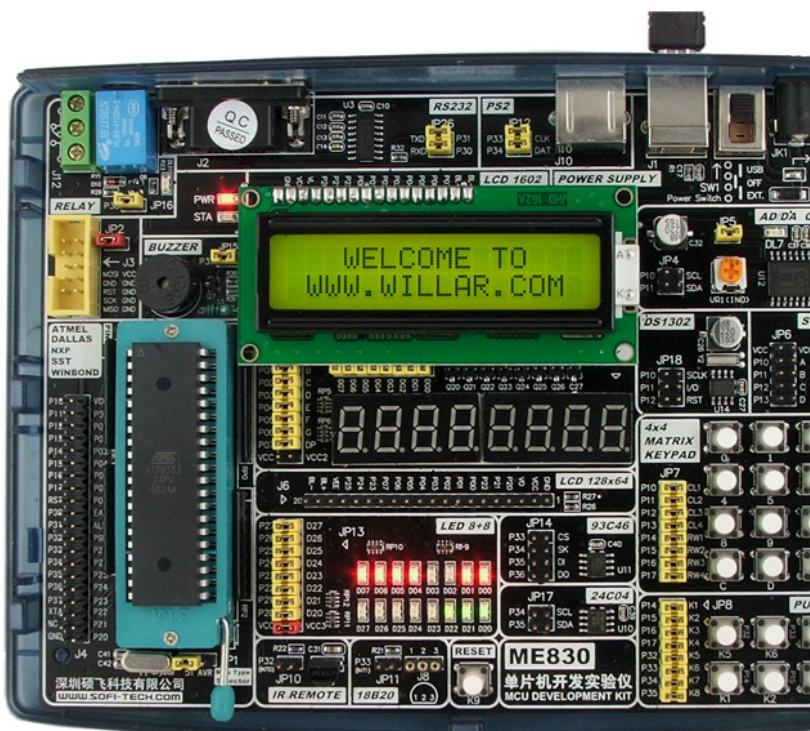

图 4.25 实验芯片放置
3) 将产品附带的 AT89S52 芯片放置到 ME830 的锁紧座上，如图 4.25 所示。芯片缺口朝向串口座的方向，注意不要插反。